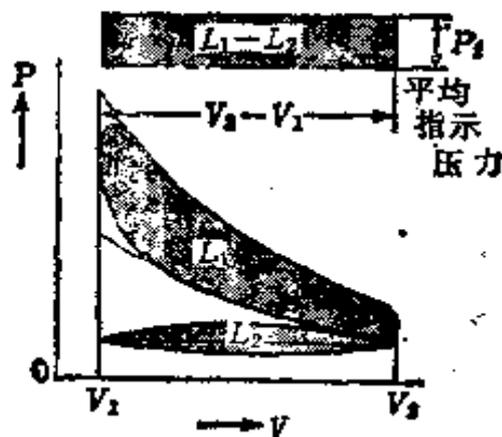

图6.8 四冲程汽油发动机示功图
**【解说】** 实用的内燃机的循环,如图 6.8 所示。图中画出压力和容积的线图,从这个图的形状求出的功率,叫指示功率。从发动机的输出轴所得到的功率叫轴功率。
**【解答】** 将  $P_{m_i} = 10\text{kgf/cm}^2$ ,  $D = 7\text{cm}$ ,  $S = 8\text{cm}$ ,  $Z = 4$ ,  $n = 6000\text{r/min}$ ,  $\eta_m = 0.84$ ,  $\alpha = \frac{1}{2}$  代入 (1)、(2) 式, 得